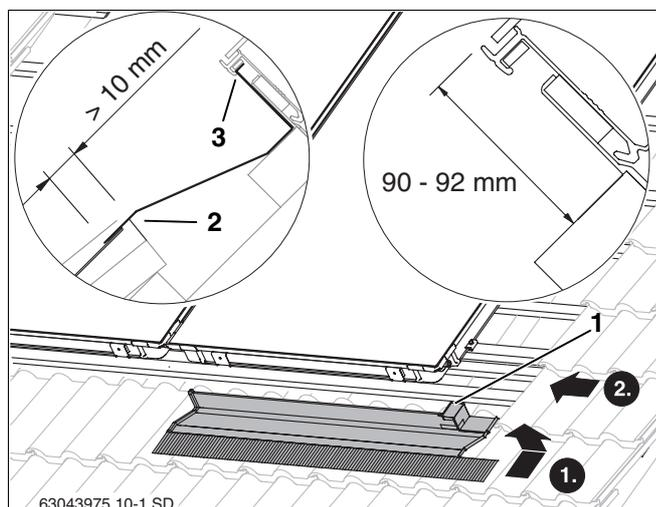
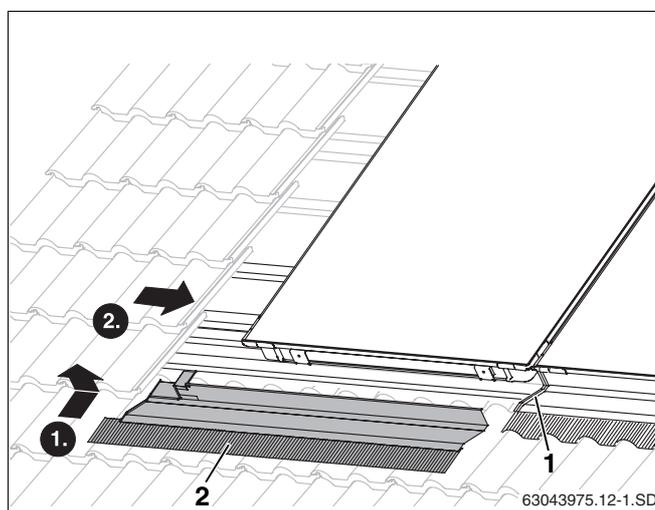

Fig. 43 Lamiera di copertura inferiore destra
Fig. 46 Montaggio della lamiera di copertura inferiore sinistra
- Inserire il bordo superiore della lamiera di copertura destra nell'impugnatura del collettore (fig. 43, **pos. 3**).
- Spingere la lamiera di copertura verso il collettore in maniera tale che anche il bordo corto destro (fig. 43, **pos. 1**) faccia presa nell'impugnatura del collettore.
La lamiera di copertura deve poggiare sul coppo per almeno 10 mm (fig. 43, **pos. 2**).
- Disporre la lamiera di copertura sinistra (fig. 46, **pos. 2**) sulla precedente e montarla come quella destra (fig. 43).
Rimuovere il foglio di protezione dall'adesivo delle lamiera di copertura (fig. 46, **pos. 1**) solo dopo aver avvitato tutte le lamiera.